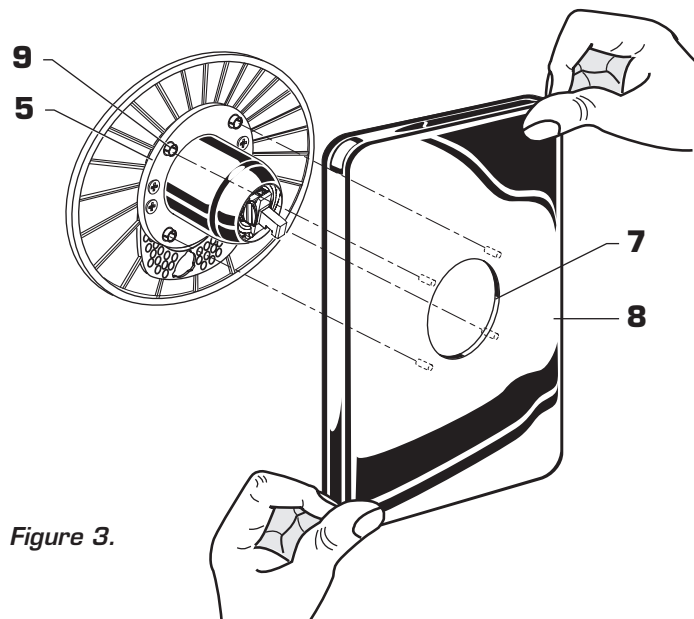

Figure 3.
- **Figure 3.** Aligner les GOUPILLES (7) à l'arrière de la ROSACE (8) avec les QUATRE TROUS (9) au niveau du SUPPORT À ROSACE (5) et appuyer la ROSACE (8) contre le mur fini.